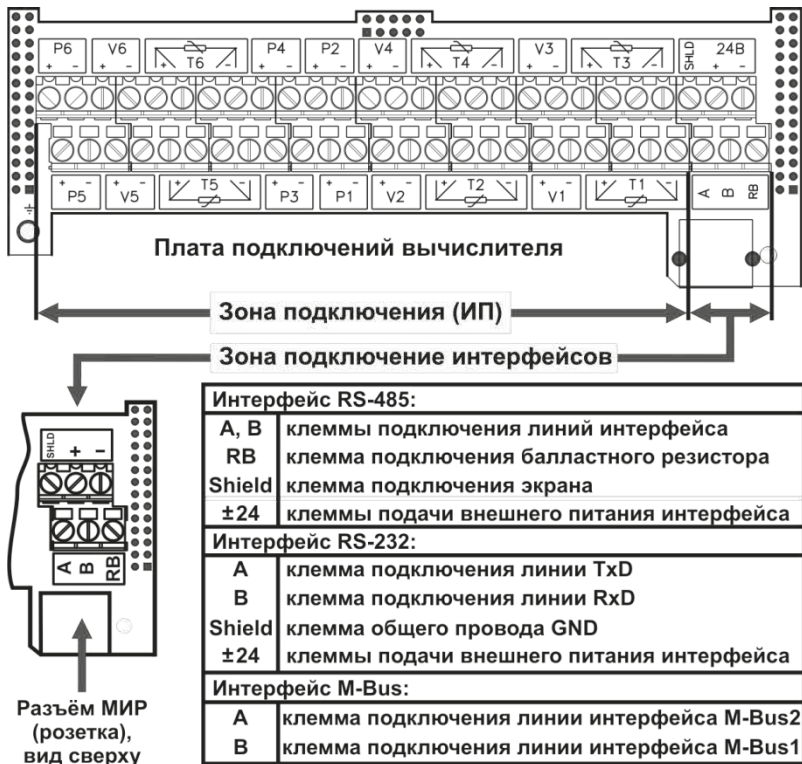

Рисунок 1.5 – Подключение вычислителя к контактным интерфейсам посредством проводной линии связи
- посредством проводной линии связи, выводы которой подключаются к клеммным соединителям интерфейса, расположенным в правой части **платы подключений**, рисунок 1.5.
- посредством проводной линии связи, выводы которой подключаются к клеммным соединителям интерфейса, расположенным в правой части платы подключений, рисунок 1.5.